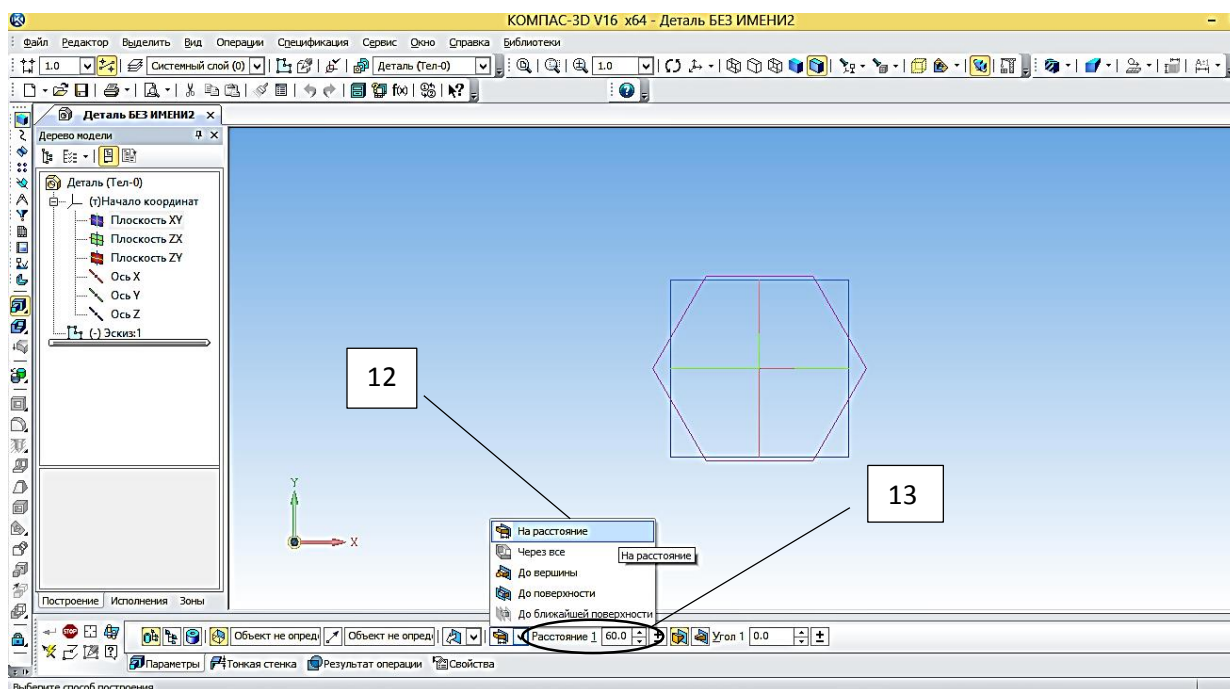

Рисунок 7 – Выбор параметров построения призмы
19. на панели **Свойств** на вкладке **Параметры** укажите **прямое направление** выдавливания (вверх), глубина выдавливания – **на расстояние**, в поле **Расстояние 1** введите 60мм, **Угол 1** равен  $0^0$  (призма прямая – боковые грани вертикальные) (рисунок 7);